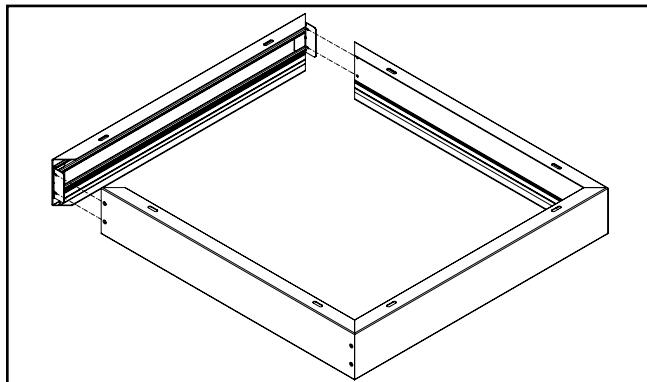

Figura 2.
- A2. Una un riel tipo "A" con los rieles tipo "B" insertando la pata sobresaliente de cada soporte en L en la ranura correspondiente en el riel tipo "B". Repita en el lado opuesto para formar un rectángulo. (Figura 2.)